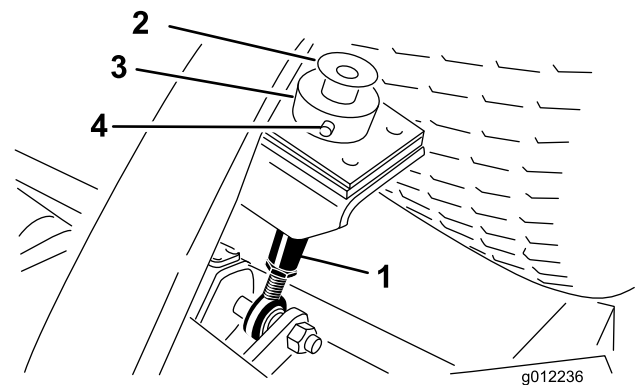

**Figure 19**
- Placez la machine et le plateau de coupe sur une surface plane et horizontale, et abaissez le plateau de coupe. Retirez le bouchon de remplissage-jauge au sommet du boîtier d'engrenages (Figure 19) et vérifiez que le niveau de lubrifiant se situe entre les repères sur la jauge. Si le niveau de lubrifiant est bas, ajoutez de l'huile pour engrenages SAE 80-90 jusqu'à ce que le niveau se situe entre les repères.